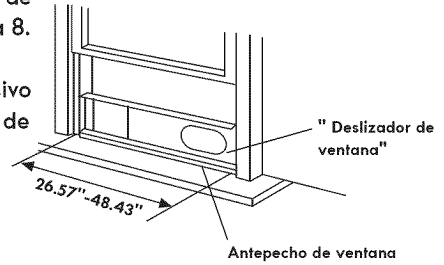

Fig.9
2. Coloque el deslizador de ventana sobre el sello de espuma adhesivo (véase la Fig. 9). Ajuste el ancho del deslizador de ventana de acuerdo con las instrucciones de la página 8.